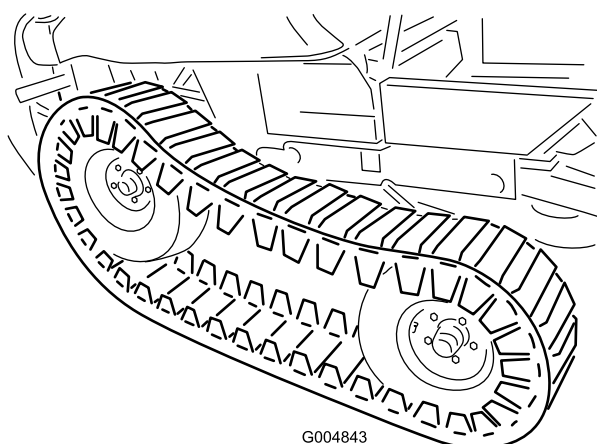

Figura 53
24. Con un aiutante, sollevate la parte anteriore del cingolo in modo sufficiente a montare con attenzione gli pneumatici anteriori (Figura 53).